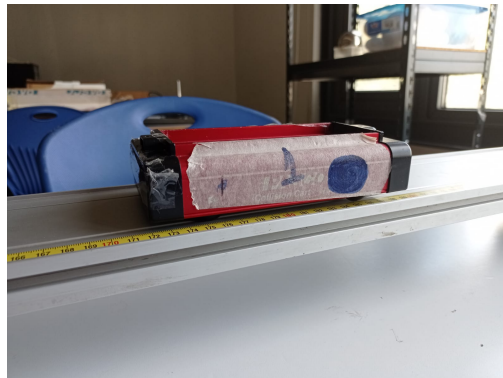

Figura 2: Ejemplo de figura de alto contraste para facilitar seguimiento de la trayectoria del carrito.
6. Adherir un elemento visual contrastante al carro, como se ve en el ejemplo de la Figura 2. Esto es para que el seguimiento de su trayectoria sea expedito en la etapa de análisis del vídeo.